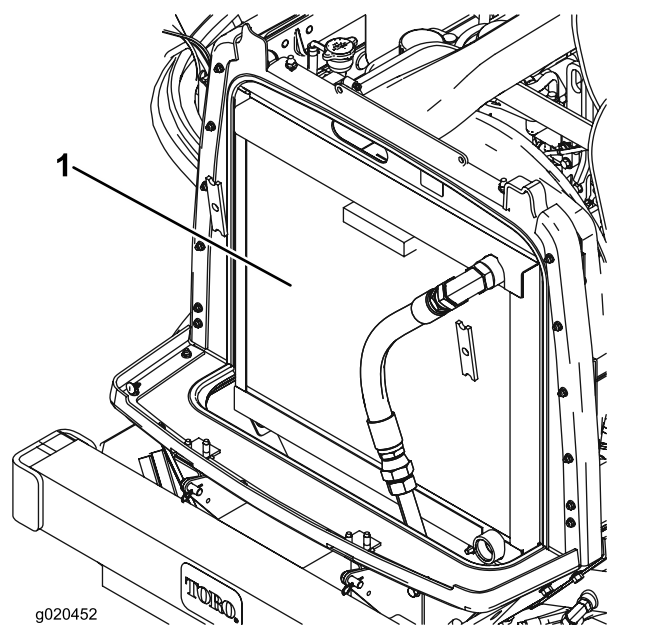

Figura 89
3. Limpie a fondo ambos lados de la zona del radiador/enfriador de aceite con aire comprimido (Figura 89).